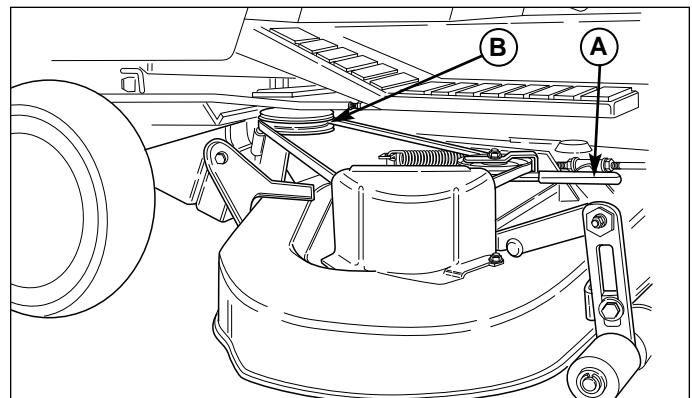

Abb. 9. Demontieren und montieren des Riemens
5. Riemen von der Zapfwellenkupplungsscheibe nehmen (B, Abb. 9).
5. Siehe Abb. 9. Zwischenhebel (A) bewegen, um Riemenspannung zu verringern. Riemen auf die Zapfwellenkupplungsscheibe (B) geben.
8. Räder gerade ausrichten. Den federbelasteten Hebel (B, Abb. 9) zurückziehen und Mähwerkaufhängung von den Traktorhalterungen heben.
3. Siehe Abb. 9. Räder gerade ausrichten. Federbelasteten Hebel (B) zurückziehen und gleichzeitig auf die Mähwerkaufhängung heben. Mähwerkaufhängung an den Traktoraufhängungshalterungen (A) montieren. Bei ordnungsgemäßer Montage befindet sich der federbelastete Hebel vollständig unter den Halterungen.